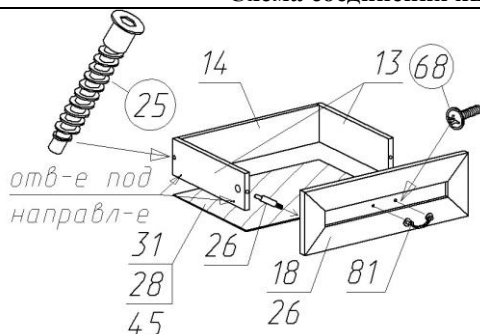

Рис. 3
3. Прикрутите внутреннюю направляющую по разметке к боковым стенкам (поз.13 рис.3) выдвижного ящика (шуруп Ø4x16).